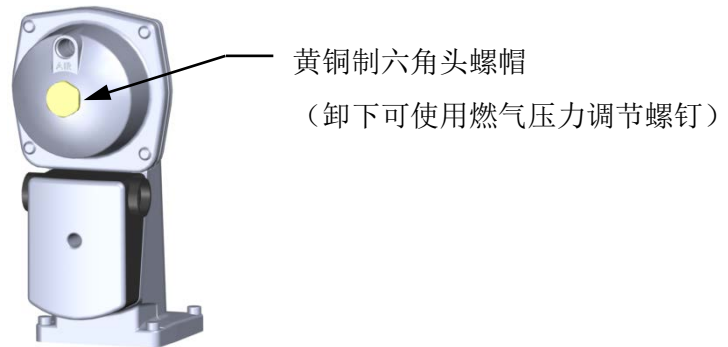

图 4-4.SSOV 燃气压力调节螺钉的位置
- 检查 SSOV 下游的燃气压力是否在下列范围内。如果需要调整燃气压力，请卸下 SSOV 驱动装置上的黄铜制六角螺母（参见图 4-4）以接触燃气压力调节螺钉。按需要顺时针慢慢旋转螺钉（以大约 1/4 圈为增量）降低氧气量，或逆时针旋转提高氧气量，以达到下列值。每次调整后让燃烧分析仪稳定。